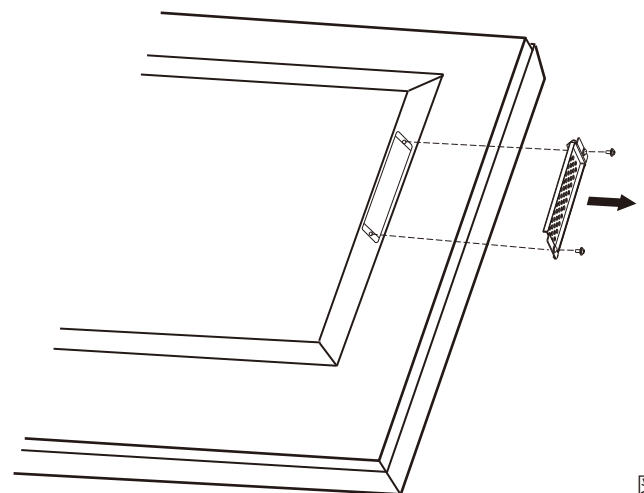

図1
2. オプションボード用スロットのネジを外し(図1)、オプションボードを取り外します。